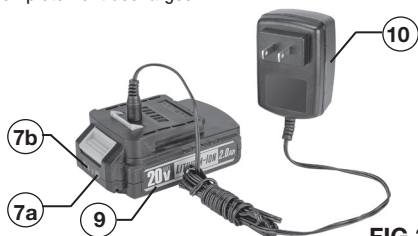

FIG 3
CHARGEMENT DU BLOC-BATTERIE (FIG 3)
- Branchez le chargeur (10) dans une source d'alimentation électrique de 120 volts en courant alternatif. Le voyant vert sur le chargeur s'allumera, confirmant qu'il est alimenté.
- Connectez le chargeur à la batterie (9) comme indiqué dans la FIG. 3. Le voyant rouge sur le chargeur s'allumera, indiquant que la batterie est en charge. Pendant ce temps, les voyants d'indication de puissance (7b) sur le bloc-batterie, clignoteront, indiquant l'état de charge.
INDICATEUR D'ALIMENTATION DU BLOC-BATTERIE (FIG 3)